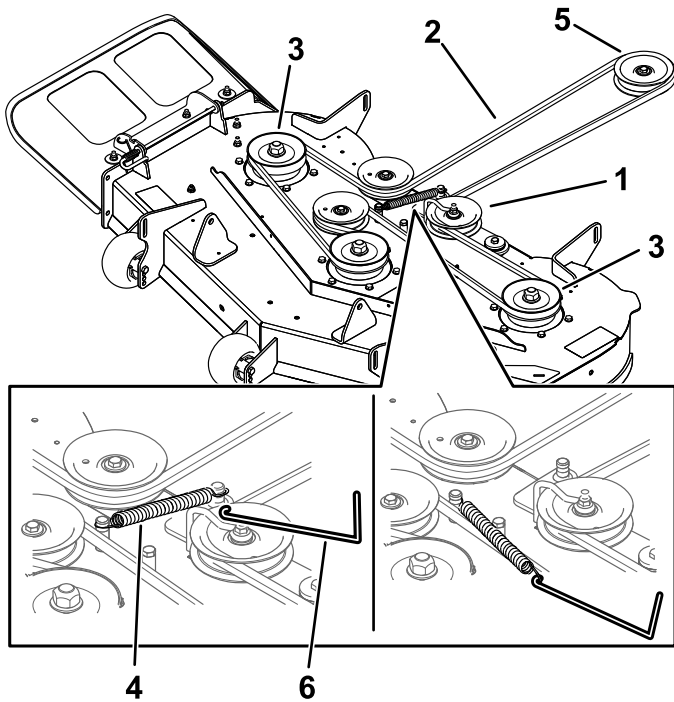

Figure 46
- À l'aide d'un outil de dépose de ressort (réf. Toro 92-5771), décrochez le ressort du crochet situé sur le tablier pour détendre la poulie de tension et déchaussez la courroie des poulies (Figure 46).
- Acheminez la courroie neuve autour de la poulie du moteur et des poulies du tablier de coupe (Figure 46).
- À l'aide d'un outil de dépose de ressort (réf. Toro 92-5771), accrochez le ressort au crochet situé sur le tablier, afin d'exercer une tension sur la poulie de tension et la courroie du tablier de coupe (Figure 46).